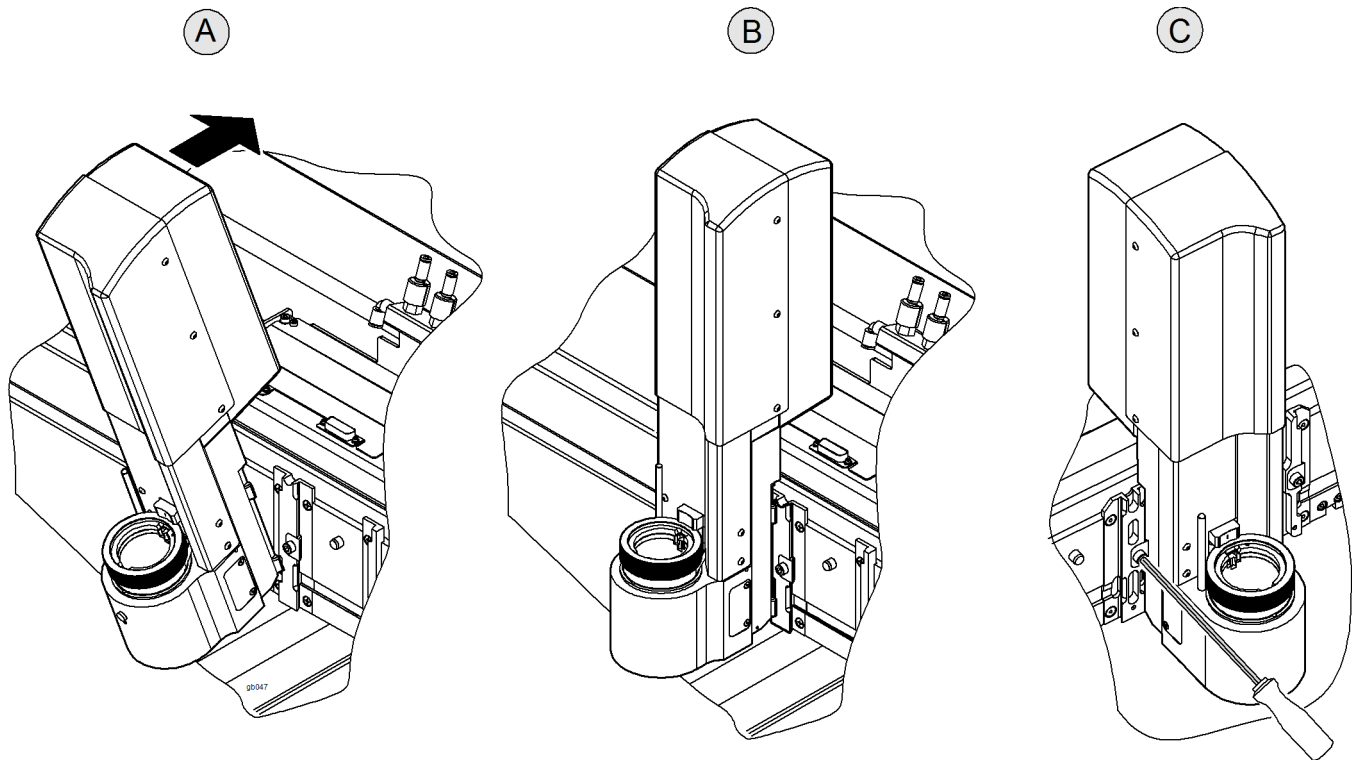

Fig. 4-20 Insertar el módulo
- ⇒ Posicionar el módulo en el listón de apoyo según Fig. 4-20, paso A